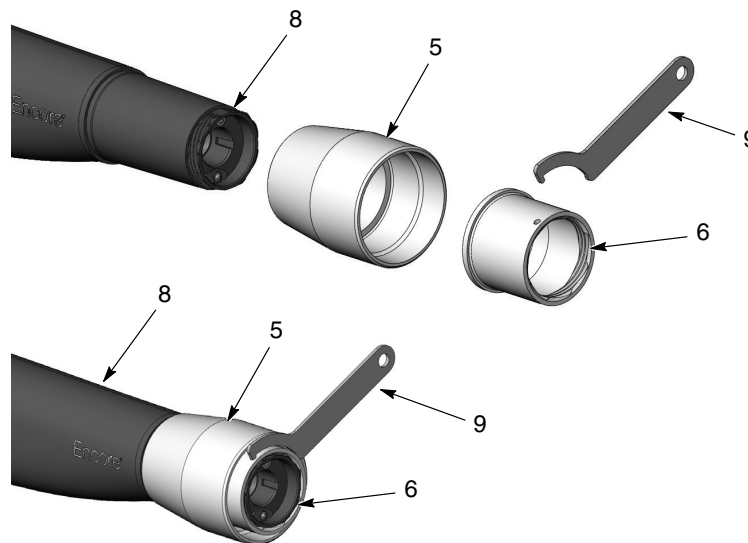

Figure 5 Pose des écrous de corps et de retenue sur le pistolet de pulvérisation
4. Voir la figure 5. Glissez l'écrou du corps (5) sur l'extrémité du pistolet de pulvérisation (8). Visser l'écrou de retenue (6) sur l'avant du pistolet de pulvérisation à l'aide de la clé tricoise (9) fournie avec l'extension. Lorsque l'écrou de retenue en place, l'écrou de corps devrait pouvoir tourner librement.
4. À moins qu'il soit nécessaire de les remplacer, l'écrou de corps ou l'écrou de retenue peuvent restés montés sur le pistolet de pulvérisation. S'il faut les remplacer, retirer l'écrou de retenue du pistolet de pulvérisation à l'aide de la clé tricoise comme illustré dans la Figure 5.